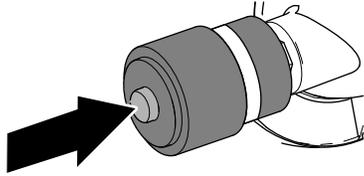

Figura 80
1. Si se muestra una banda roja en el indicador de mantenimiento, pulse el botón de reinicio situado al final del indicador (Figura 80).